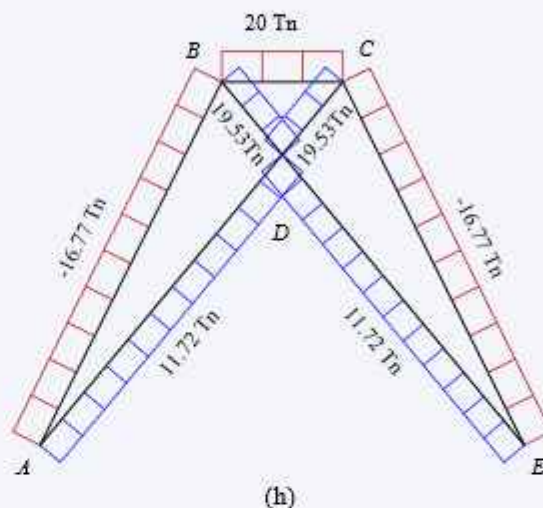

Figura 3.16
Paso ①: Diagrama de Cuerpo Libre (D.C.L.) figura 3.16 (b).
Nodo A: Por equilibrio del D.C.L. de la figura 3.16 (c).
Nodo E: Por equilibrio del D.C.L. de la figura 3.16 (d).
Nodo D: Por equilibrio del D.C.L. de la figura 3.16 (e).
Nodo B: Por equilibrio del D.C.L. de la figura 3.16 (f).
Nodo C: Por equilibrio del D.C.L. de la figura 3.16 (g), para comprobación